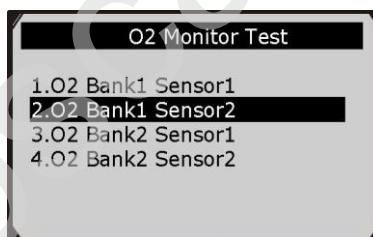

Рисунок 5-23
3) С помощью кнопок прокрутки вверх/вниз выберите датчик кислорода в меню O2 Monitor Test [Проверка монитора кислорода], а затем нажмите кнопку ОК. См. рисунок 5-23.